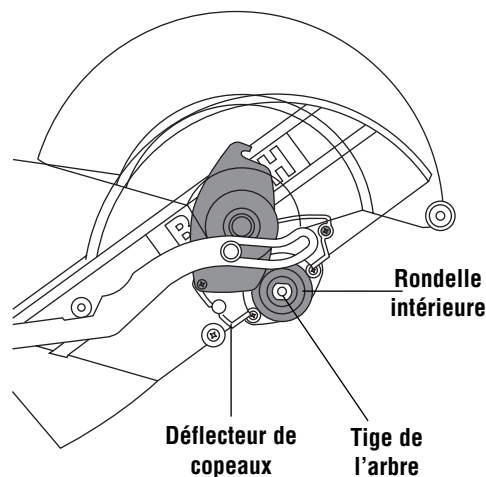

Figure 3. Pose de lame
6. Pour installer une lame de 12 po, positionnez celle-ci entre les déflecteurs à copeaux et placez-la sur la tige de l'arbre puis sur l'épaule de 1 po dont est dotée la rondelle intérieure (Figure 3). **REMARQUE :** Assurez-vous que la flèche de rotation de la lame correspond à la flèche de rotation en sens horaire sur le protecteur inférieur.